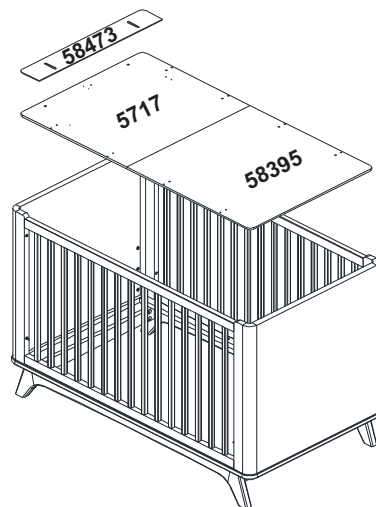

Fig. 02
**NOTA:** As peças (58384/58396) não devem ser usadas nesta etapa de montar o suporte do colchão na posição mais baixa. Fig. 02